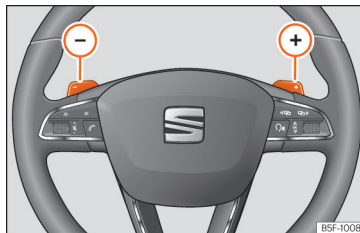

Abb. 240 Lenkrad mit zwei Schaltwippen für die Tiptronic.
- Im Fahrprogramm **D** oder **S** Schaltwippen am Lenkrad betätigen »» **Abb. 240**.
- Tippen Sie die Schaltwippe (+), um einen Gang hochzuschalten »» **Abb. 240**.